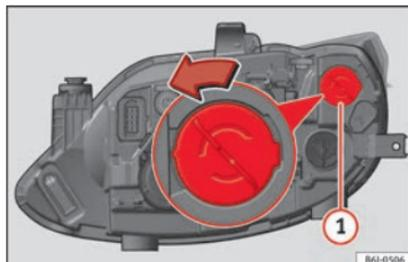
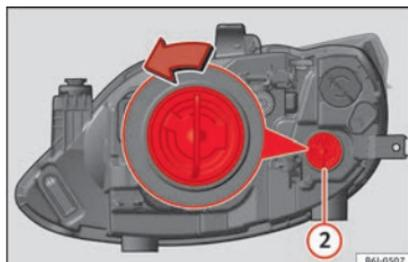

Fig. 89 Luz DRL (luz diurna) do farol simples.
Fig. 90 Luz indicadora de mudança de direção do farol simples.
- Rode o porta-lâmpadas » Fig. 89 ① ou » Fig. 90 ② para a esquerda e puxe.